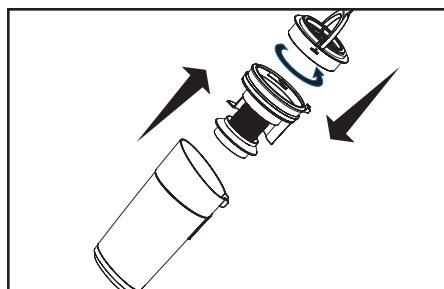

Imagen 1
1. Asegúrese de que la aspiradora esté apagada. Presione el botón de liberación del depósito de polvo y retire el depósito. Tire hacia arriba del asa azul para extraer los filtros. Gire la pieza superior para extraer el filtro HEPA Media (Imagen 1).